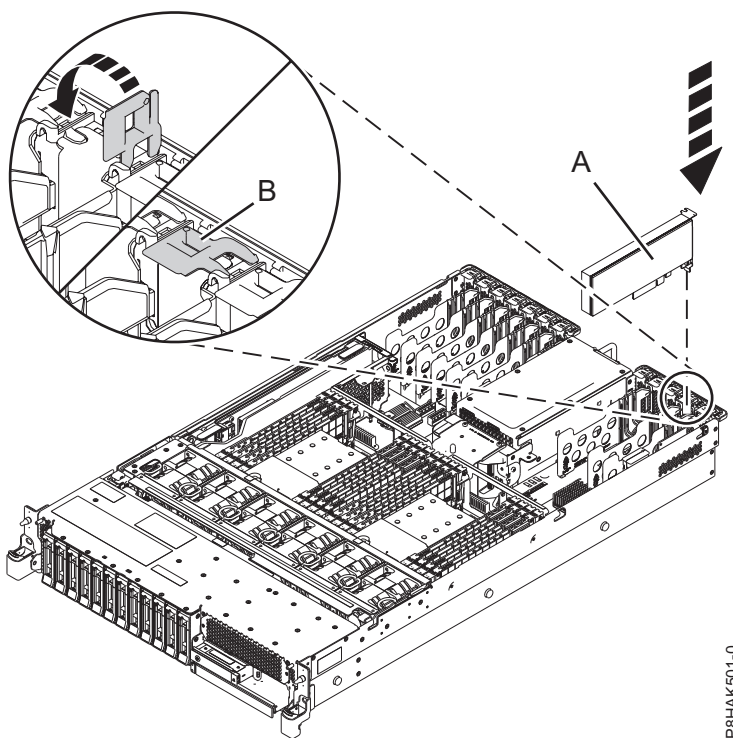

Figura 35. Instalación o sustitución de un adaptador PCIe en el sistema 5148-21L, 5148-22L, 8247-21L, 8247-22L, 8284-21A o 8284-22A
7. Si el pestillo del adaptador (**B**) en la ranura de destino no está todavía en la posición de abierto, tire del pestillo hasta la posición de abierto, girándolo hacia fuera desde su punto de fijación, situado en la parte posterior del sistema, como se muestra en la Figura 35.
8. Sujete con cuidado el adaptador por el borde superior o la contrapunta, y alinéelo con la ranura y con el conector de la placa del sistema (**A**), como se muestra en la Figura 35.
10. Para bloquear el adaptador en la ranura, gire el pestillo del adaptador (**B**) en la dirección que se muestra en la Figura 35.